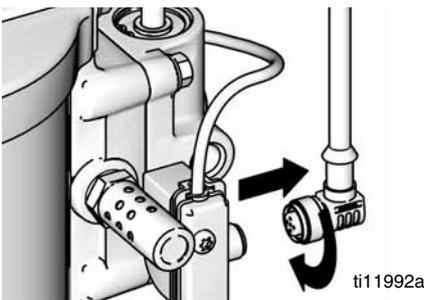

FIG. 10. Desligar o DataTrak
1. Retire o cabo da parte posterior da montagem do interruptor de lâminas. Consultar FIG. 10.